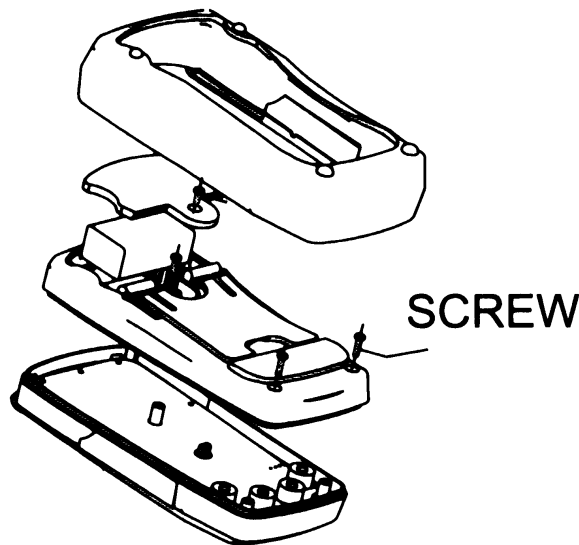

Рис. 11
**C. Замена предохранителя (рис. 11)**